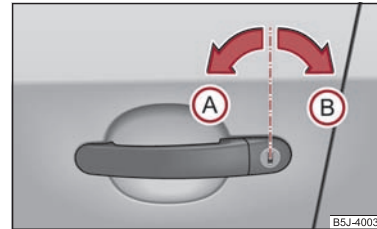

Abb. 25 Schlüssel Drehungen zum Ent- und Verriegeln
- Drehen Sie den Schlüssel im Schließzylinder der Fahrertür in die Fahrtrichtung (Entriegelungsstellung) **A** ⇒ Abb. 25.
- Drehen Sie den Schlüssel im Schließzylinder der Fahrertür gegen die Fahrtrichtung (Verriegelungsstellung) (B) ⇒ Seite 37, Abb. 25.